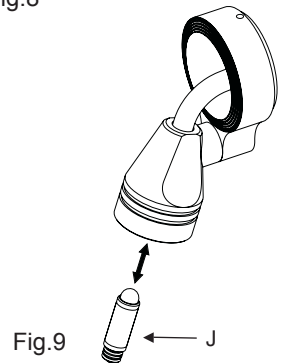

Fig.9
Commencer par séparer la tête du manche et tirer la lampe (J) vers le bas tel que montré à la Fig.9. Introduire la nouvelle lampe en exerçant une pression sur celle-ci.